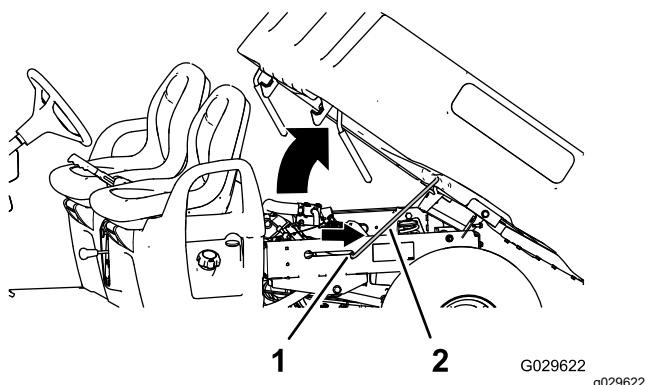

Рисунок 15
- Вставьте опорную стойку в фиксирующий паз для удерживания кузова (Рисунок 15).
- Вытяните опорную стойку из паза с фиксацией (Рисунок 15).
- Опустите кузов, чтобы он надежно зафиксировался на месте защелками (Рисунок 15).